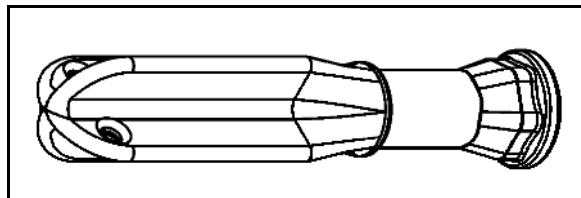

Рис. 77
1. Достаньте ключ из крепления на дозаторе. (Рис. 77/1) aus der Halterung am Dosierer nehmen.